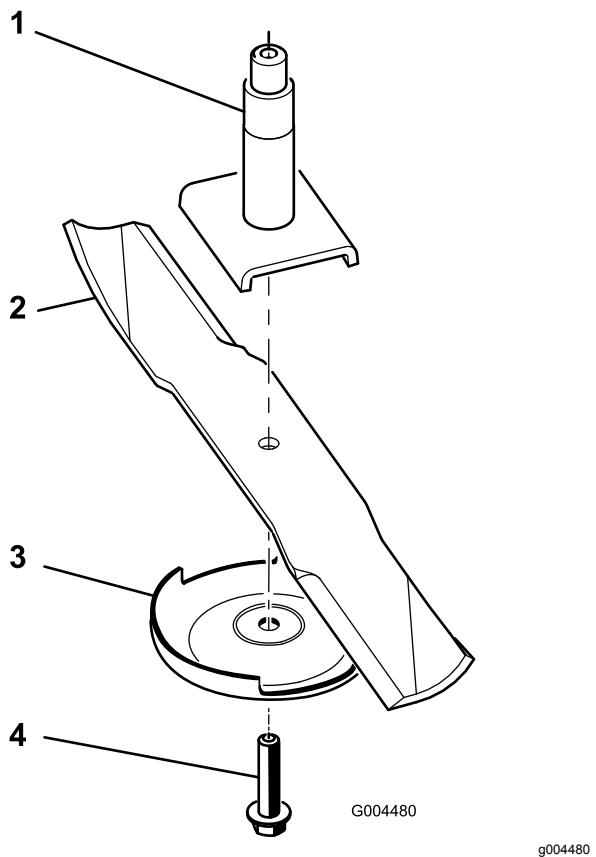

Рисунок 74
- Поверните болт ножа по часовой стрелке, чтобы снять его (Рисунок 74).
- Снимите защитную пластину и нож с вала шпинделя (Рисунок 74).